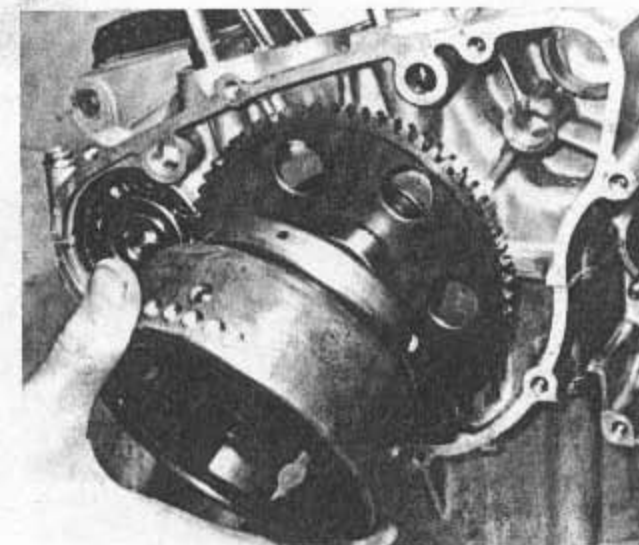

Bild 131
- Bevor nun der Rotor mit daran befestigter Freilaufkupplung montiert werden kann, reinige man gründlich den Konus auf dem Wellenstumpf und denjenigen im Rotor selbst. Der Rotor wird auf die Welle geschoben und gleichzeitig im Gegenuhrzeigersinn verdreht, damit die drei Kupplungsrollen leicht auf die Nabe des Zahnrades rutschen können (Bild 131). Die Zentralschraube wird ein-